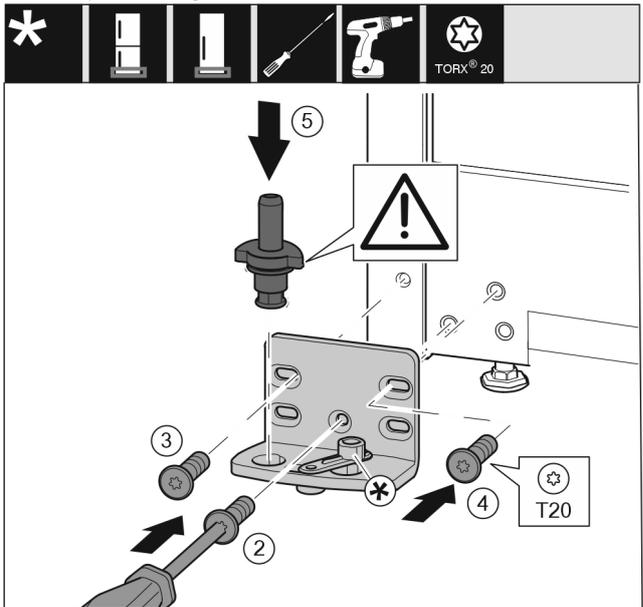

Fig. 36
- ▶ Postavite podložak ležaja na drugoj strani i zavijte pomoću odvijača T20. Započnite s vijkom 2 dolje u sredini. Fig. 36 (2)
- ▶ Pritegnite vijak 3 i 4. Fig. 36 (3,4)
- ▶ Kompletno umetnite podložak ležaja. Pri tome pazite da je ispučenje za blokiranje okrenuto prema otraga. Fig. 36 (5)
- ▶ Postavite podložak ležaja na drugoj strani i zavijte pomoću odvijača T20. Započnite s vijkom 2 dolje u sredini. (2)*
- ▶ Okrenite spojni element prigušivača zatvaranja za 180°. Na drugoj strani podloška ležaja zavijte pomoću odvijača T20. (5)*
- ▶ Kompletno umetnite podložak ležaja. Pri tome pazite da je ispučenje za blokiranje okrenuto prema otraga. (6)*